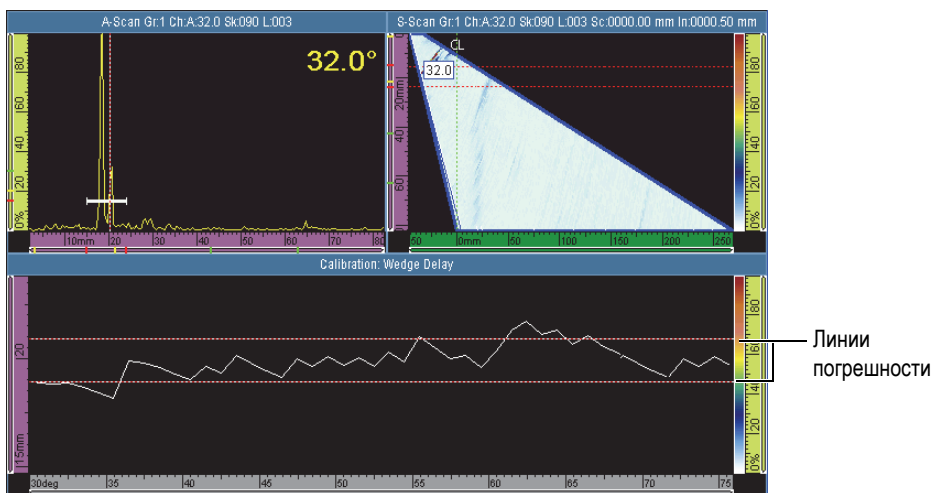

Рис. 5-9 Построение огибающей в процессе калибровки задержки призмы
- а) Перемещайте датчик вдоль калибровочного блока над отражателем, чтобы построить на экране прибора огибающую (см. Рис. 5-9 на стр. 127).
- a)* Перемещайте датчик вперед и назад вдоль калибровочного блока над контрольным отражателем, чтобы построить на экране прибора огибающую (см. Рис. 5-9 на стр. 127).